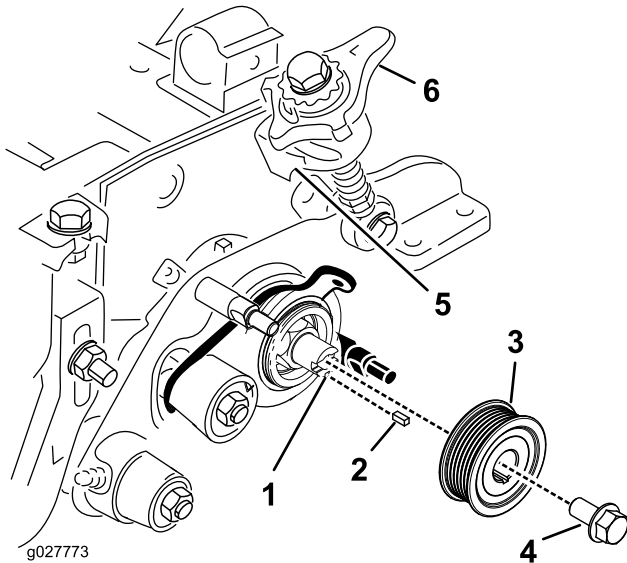

図 15
22. 駆動側クイックアップアセンブリをサイドプレートに取り付けるフランジヘッドボルト 3/8 x 3/4 インチを使用する 図 15。
23. 新しい駆動プーリ、キー、フランジねじを取り付ける 図 15。